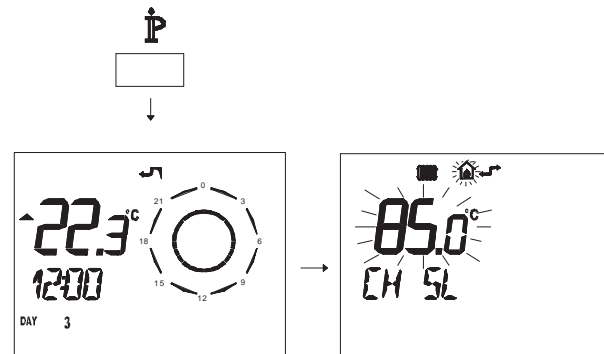

Fig. 5.86
- Premere per più di 3 secondi il pulsante  per entrare in modalità **INFO** (Fig. 5.86).